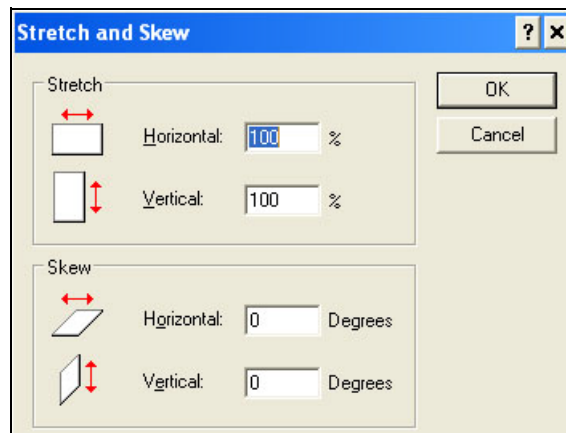

Figura 5-47: Extensão e distorção de imagem
**Observação:** Se o tamanho do logotipo for maior que o necessário, navegue para Imagem > Estender/Distorcer. Insira os valores corretos para estender/distorcer de as imagens em nas direções vertical e horizontal (Figura 5-47 na página 5-58) Assegure-se de digitar valores iguais nas colunas horizontal e vertical.